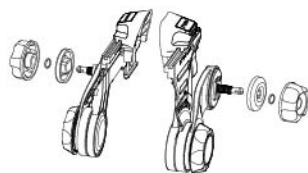

fig.13
- Desenrosque el pomo de conexión principal de cada adaptador (véase la fig. 13).